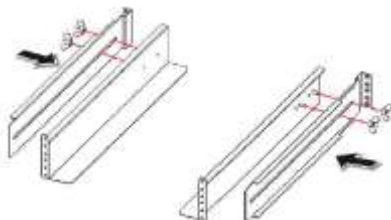

Рисунок 3-2 : Отрегулируйте рейки и затяните гайки
- 2 Отрегулируйте длину направляющих реек в зависимости от длины стойки и затяните гайки. См. **Рисунок 3-2**.